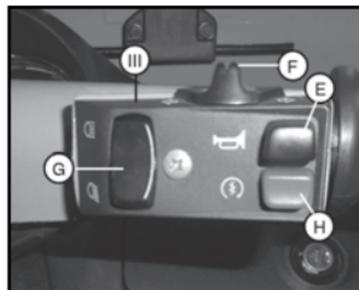

Fig. 11
**III) Conmutadores del Manillar** (Consulte Fig. 11)